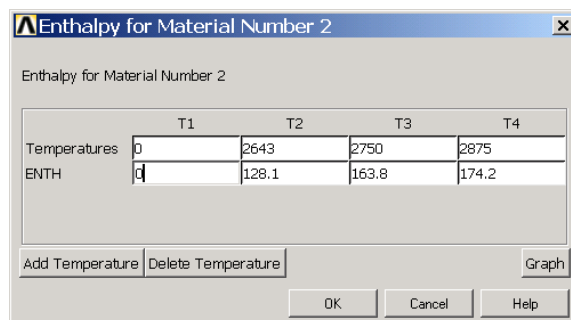

图11.25 定义钢模温度表
(6) 再次单击 Main Menu>Preprocessor>Material Props>Material Models 菜单，单击【File】|【New Model】菜单，定义 2 号材料。然后在右侧列表框中依次双击【Thermal】|【Enthalpy】，弹出【Enthalpy for Material Number 2】，单击  按钮，可增加温度值。按图 11.25 设置钢模的温度表，单击【OK】按钮。